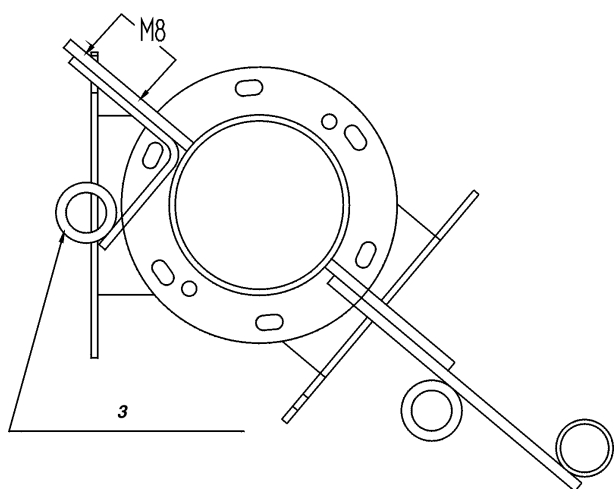

Bild 4
- Montera fästet för stängen (3) på motorfästet. Se bild 4.